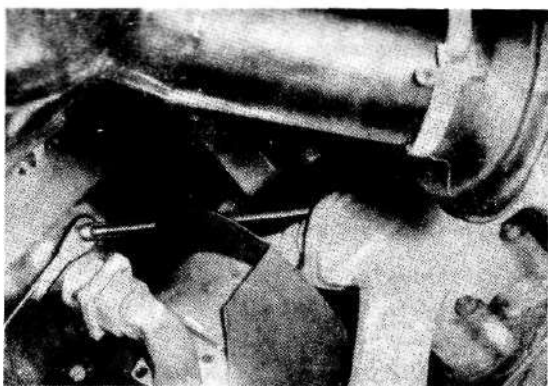

Bild 4 - 21
23. Batterie-Pluskabel vom Anlasser trennen, vorher Schutzkappe nach oben abziehen. (Bild 4 - 2 2)